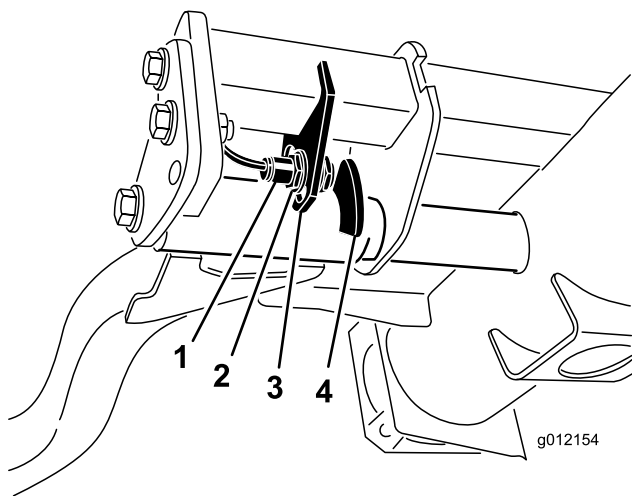

図 41
2. 昇降アームのスイッチは、油圧のメインタンクの下にある右前昇降アームの後ろ側に装着されている（図 41）。
3. スイッチの取り付けネジ（図 41）をゆるめ、スイッチの位置を下げると、昇降アームの旋回高さが長くなり、上げると、昇降アームの旋回高さが短くなる取り付けボルトを締め付ける。